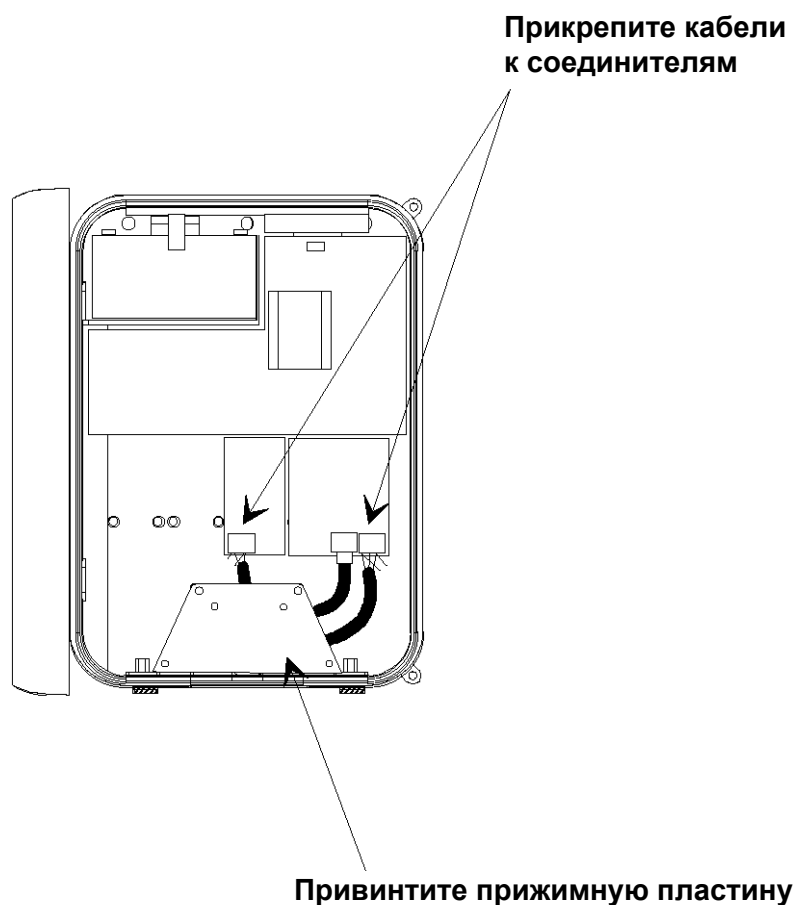

Рисунок 8. Подключение кабелей (1)
3. **Совет:** Поместите кабели в нижние поперечные канавки, чтобы исключить перегиб кабелей (см. Рис. 8).